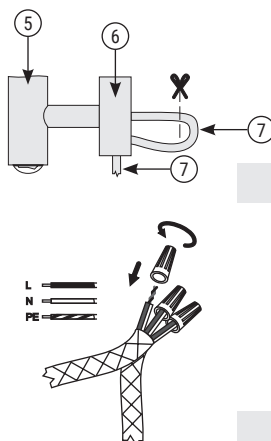

Рис.2
- 4.8. Для подключения через скрытую проводку необходимо обрезать провод, отступив от коробки скрытого подключения примерно 50 мм, и вытащить его внутрь (рис. 2).